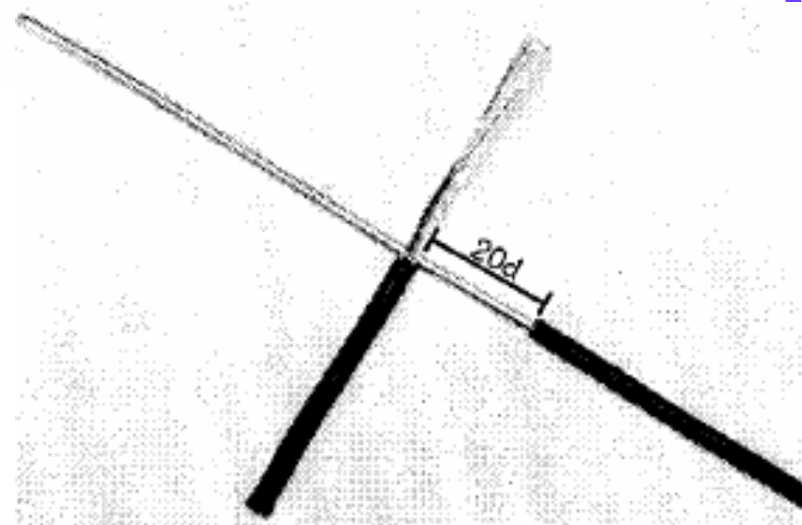

Figura 10.27
2. Cruze os condutores, fazendo com que formem um ângulo de 90° entre si, e que o condutor flexível fique afastado da isolação do condutor rígido (**figura 10.27**).